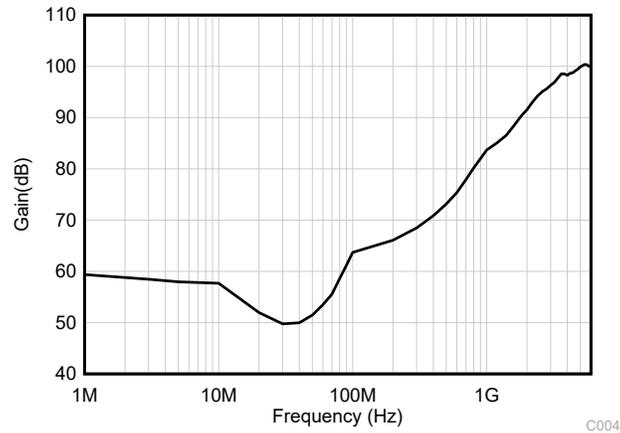

图 7-3. EMIRR 测试
OPAx991 通过集成电磁干扰 (EMI) 滤波降低无线通信设备、混合使用模拟信号链和数字元件的高密度电路板等干扰源产生的 EMI 效应。利用电路设计技术可以提高 EMI 抗扰度；OPAx991 从这些设计改进中受益。德州仪器 (TI) 已经开发出在 10MHz 至 6GHz 宽频谱范围内准确测量和量化运算放大器抗扰度的功能。图 7-3 显示了对 OPAx991 执行此测试的结果。表 7-1 显示了 OPAx991 在实际应用中常见特定频率下的 EMIRR IN+ 值。运算放大器的 EMI 抑制比应用报告包含了与运算放大器相关的 EMIRR 性能主题，该报告可在 [www.ti.com](http://www.ti.com) 上下载。